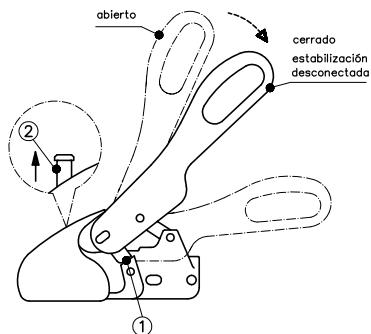

Figura 4: Acoplar
Para maniobrar el remolque sujeté por favor los asideros se sujeción ubicados en el remolque en lugar de la palanca de mando del WS 3000/3500. El enganche esférico de tracción se coloca sobre la esfera de acoplamiento del vehículo tractor. (Figura 4) A través de la carga de soporte y una carga adicional eventual de la barra de tracción, el enganche esférico de tracción se cierra automáticamente y las pleáticas laterales de seguridad (1) se encuentran paralelamente enfrentadas a las superficies de seguridad en la carcasa. (Figura 4) Cuando la esfera de acoplamiento se encuentra dentro de la carcasa del mismo, el pasador verde de la indicación de control (2) es visible. (Figura 4)
En caso de no ser utilizado un tiempo prolongado, el remolque debe ser aparcado con el enganche esférico de tracción cerrado, para ello levantar la palanca de mando abierta (Figura 4), tirar simultáneamente la rótula (elemento móvil - Figura 9) hacia delante o presionar el **SAFETY BALL** dentro de la cámara esférica y cerrar lentamente la palanca de mando.